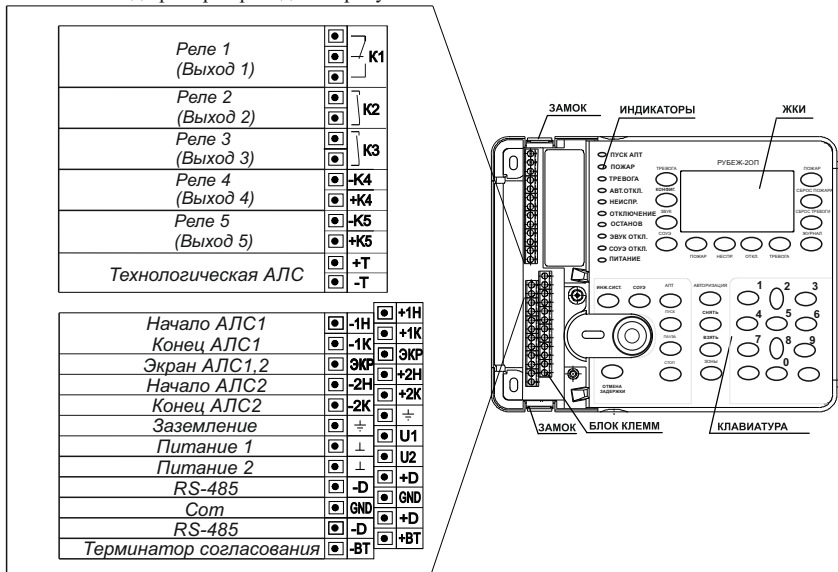

Рисунок 1 – Внешний вид прибора
1.4.4 В приборе имеется одно переключающиеся реле (Выход 1), два нормально-разомкнутых контакта (Выход 2, Выход 3) и два выхода с контролем целостности цепей (Выход 4, Выход 5) (рисунок 1). Настройка логики включения производится с помощью ПО «FireSec» «Администратор».